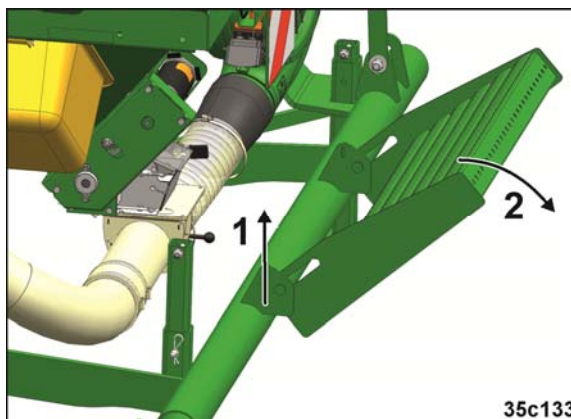

Fig. 67
1. Relever le marchepied (Fig. 67/1) et le replier (Fig. 67/2). La trémie avant peut être chargée à l'aide d'un véhicule d'approvisionnement ou de Big-Bags.